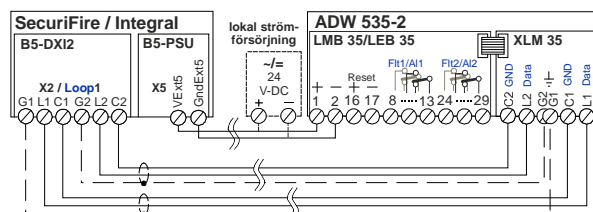

Bild 28 Anslutning från XLM 35
- Anslutningen resp. ledningsdragningen mellan XLM 35 och BLC SecuriFire resp. Integral måste ske enl. Bild 28 (L1 på L1, C1 på C1, o.s.v.).